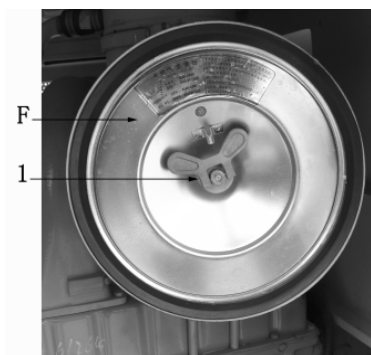

FIGURA 5-34
- b. Limpe ou substitua o filtro externo (Figura 5-34):